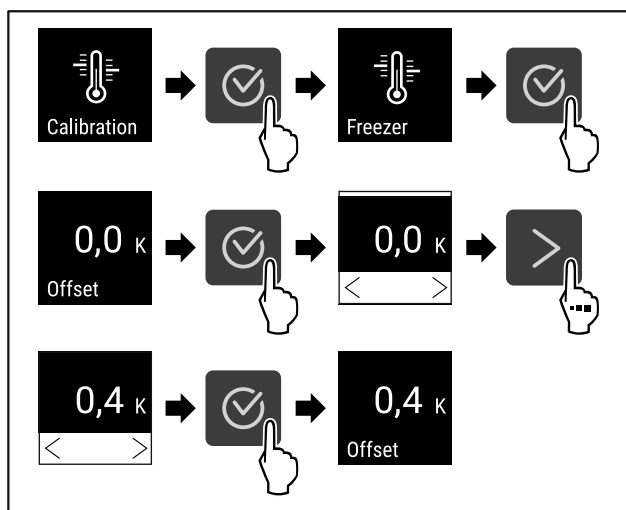

Fig. 95
- ▶ Suivre les étapes (voir Fig. 95).